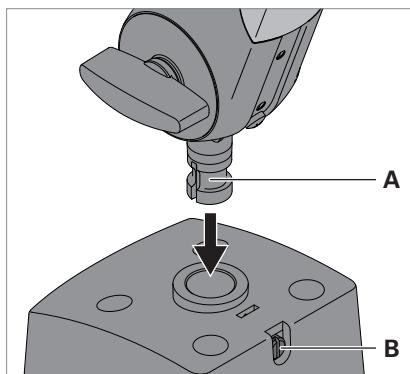

Fig. 2: Montar a luminária ao elemento de fixação.
- ▶ Encaixe o pino **A** nos tirantes da luminária na abertura do elemento de fixação, ver Fig. 2.